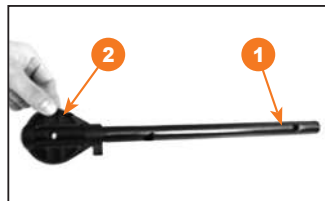

Рис. 1
2. Вставьте нижнюю часть рукоятки **1** в кронштейн **2** (рис. 1).